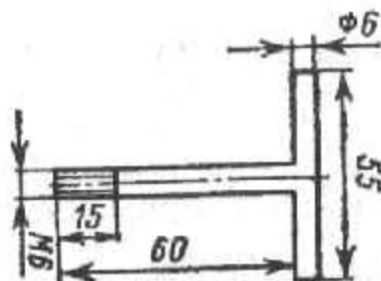

Рис. 93. Приспособление для установки коленчатого вала
1. Левую цапфу коленчатого вала слегка смазать маслом, применяемым для смазки двигателя, а в отверстие правой цапфы, предназначенное для болта, крепящего ротор генератора, вернуть приспособление, изображенное на рис. 93. У двигателя "Ява-350" вернуть не полностью винты в среднюю разделительную перегородку коленчатого вала.